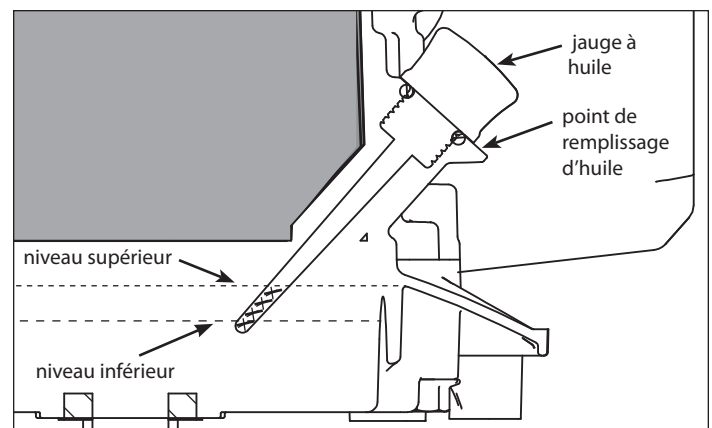

FIGURE 9 : Jauge et niveaux d'huile
3. Remettre le moteur sur une surface de niveau et le remplir avec une huile appropriée jusqu'au sommet du repère sur la jauge (**VOIR FIGURE 9**). **NE PAS TROP REMPLIR!** Voir la capacité d'huile exacte dans les instructions du constructeur de moteur.
4. Remettre la jauge en place et serrer. **VOIR FIGURE 9.**